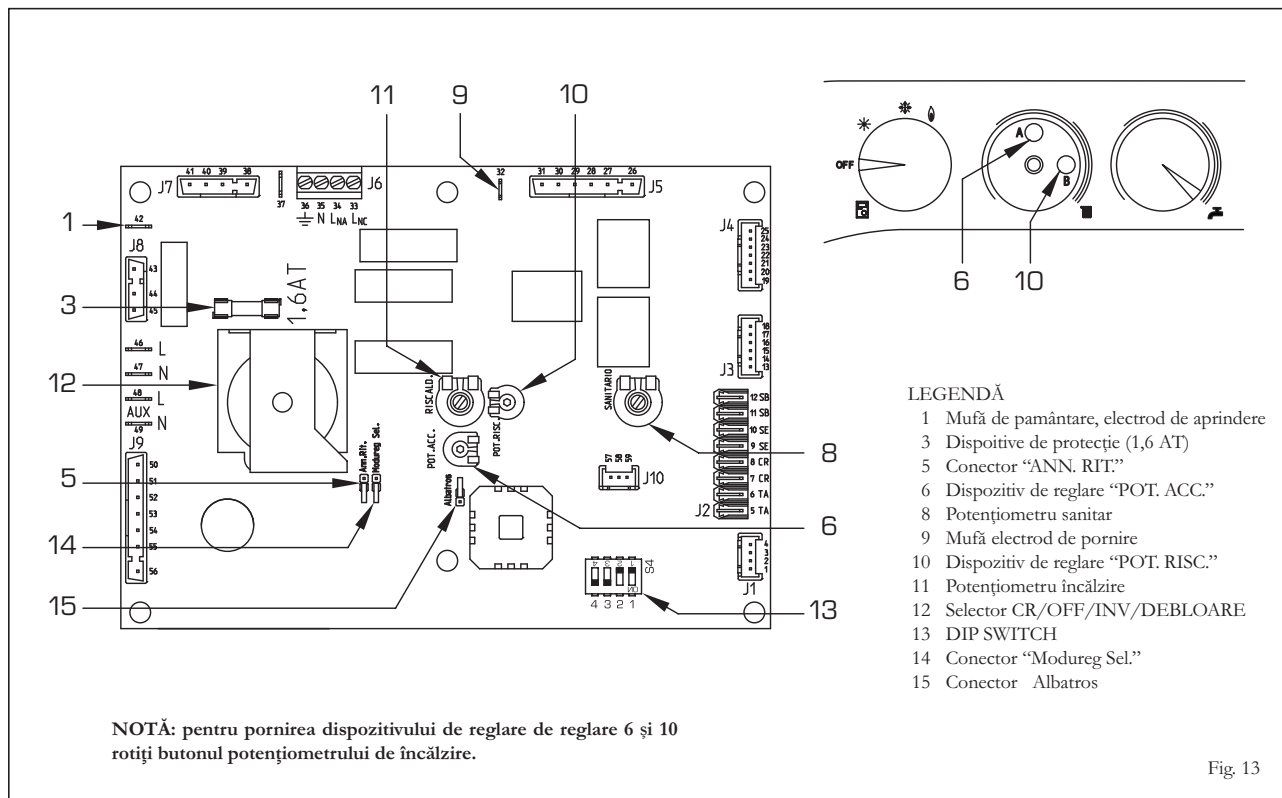

Fig. 13
- **Dispozitiv de reglare “POT. RISC.”** (10 fig. 13)
(6 fig. 13)
– Conectorul “ANN. RIT.” (5 fig. 13)
– DIP SWITCH (13 fig. 13)
– Conectorul “Modureg Sel.” (14 fig. 13)
– Conectorul “Albatros” (15 fig. 13)
nevoie să se opereze cu o șurubelniță pe dispozitivul de reglare putere de încălzire (10 fig. 13).